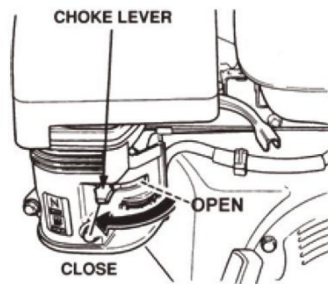

FIG.7
9.3 Placera chokereglaget (FIG. 7) i läget "STÄNGD" om du startar en kall motor.
9.7 Om motorn har startat, ställ långsamt tillbaka chokespaken (FIG. 7) till